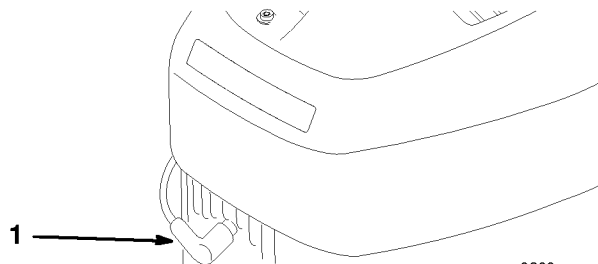

Figure 35
1. Arrêter le moteur et débrancher le fil de bougie (Fig. 35) avant d'installer ou de retirer l'obturateur.